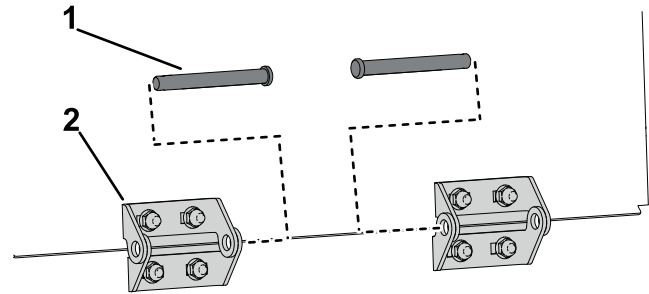
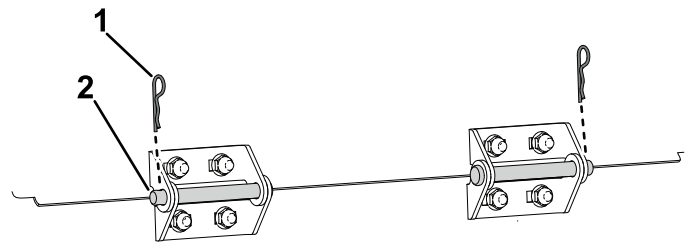

Рисунок 8
Рисунок 9
7. Установите дверцу бункера на машину, подсоединив с 2 сторон петли с помощью осей петли, как показано на Рисунок 8 и Рисунок 9.